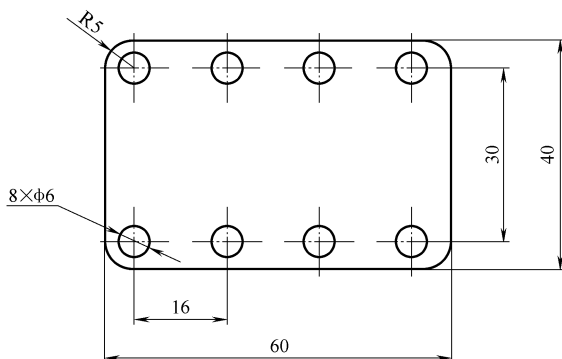
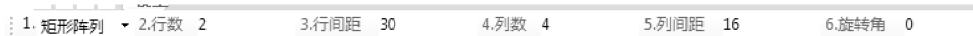

图 4-35 矩形阵列练习图
图 4-39 矩形阵列立即菜单
【例 4-12】 使用【阵列】等命令绘制如图 4-35 所示的图形。
3) 矩形阵列。单击阵列按钮, 弹出立即菜单, 如图 4-39 所示。拾取圆, 单击鼠标右键表示拾取结束。最终的操作结果如图 4-35 所示。